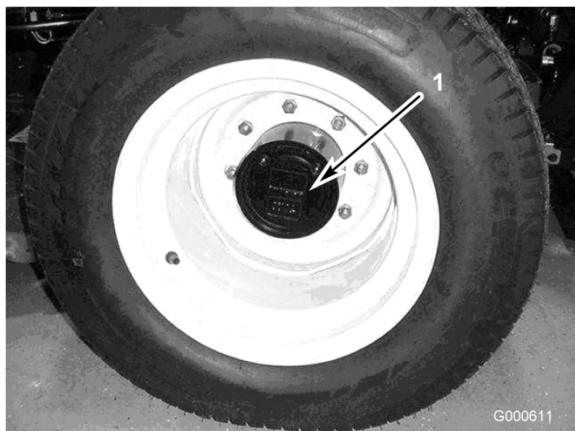

Bild 43
- Stellen Sie, wenn sich die Maschine auf einer ebenen Fläche befindet, das Rad so, dass sich die Prüf-/Ablassschraube (Bild 43) in der untersten Stellung (6 Uhr) befindet.